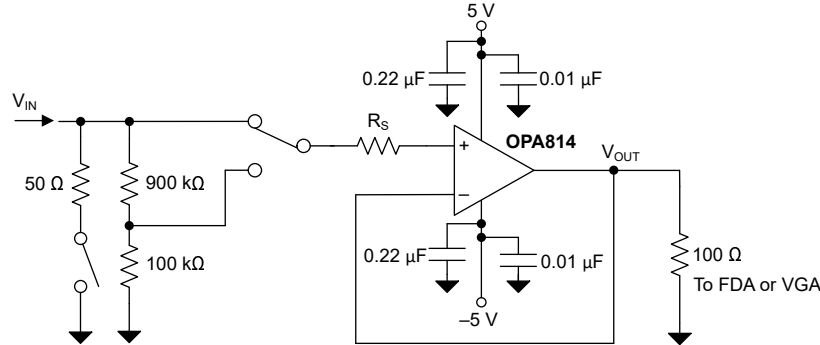

图 8-4. 高输入阻抗 180MHz 数字转换器前端放大器
- **优化过冲**：OPA814 具有内部压摆增强电路，可在需要高压摆率的应用中（例如配置为跨阻放大器时）加快上升速度。对于必须限制过冲的应用，通过引入串联电阻 (R_S) 来限制输入压摆率；另请参阅图 8-4。电阻 R_S 在 OPA814 的同相引脚上形成一个输入电容约为 2.5pF 的低通滤波器，从而限制了放大器的输入压摆率。图 8-5 显示了限制放大器的输入压摆率如何实现良好的过冲性能。图 8-6 显示了此配置如何实现 180MHz 的小信号和大信号带宽。